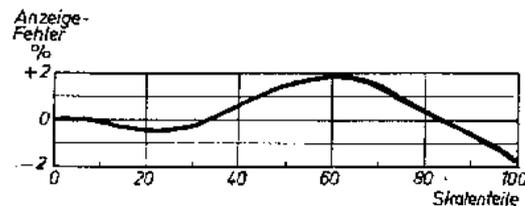

Abb. 3
**3. Linearität der Anzeige.** Die Krümmung der Röhrenkennlinie bringt mit sich, daß trotz der starken Gegenkopplung in der Katodenleitung die Anzeige durch das Instrument nicht genau linear mit der angelegten Meßspannung verläuft. Bei sehr hohen Ansprüchen an die Genauigkeit kann die Skala individuell geeicht werden. Wir haben einen praktischen Kompromiß geschlossen, bei dem die Abweichung von der Linearität 2% nicht übersteigt: Abb.3 zeigt, wie groß an jeder Stelle die Abweichung von der linearen Skala des Drehspulinstrumentes ist. Zu dieser Linearisierung trägt vor allem die Gegenkopplung in jedem Katodenzweig (Widerstand etwa 15 % des Anodenwiderstandes) bei.
**G e n a u i g k e i t :** Die bereits gezeigte Kurve Abb.3 gibt den maximalen Fehler zu 2% an, wenn ein linear geeichtes Instrument benützt wird. Die Seriengeräte werden individuell in der Schaltung geeicht geliefert, wodurch der Fehler auf unter 1% gedrückt wird. Es sei aber nochmals betont, daß gerade im Amateurbetrieb Fehler von über 5% üblich und zulässig sind.